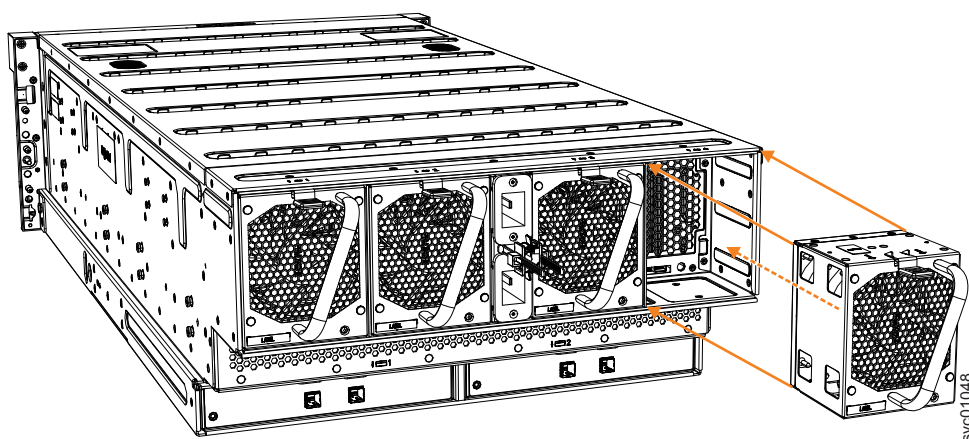

图 122. 卸下风扇模块
3. 使用手柄从扩展机柜机箱中拉出风扇模块，如图 122 中所示。